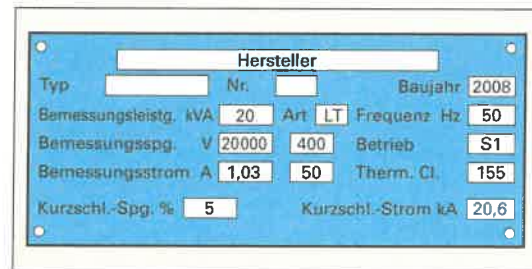

Bild 2: Leistungsschild
3. Geben Sie die Formeln für das Übersetzungsverhältnis \hat{u} des Transformators (Bild 2) mithilfe a) der Spannungen und b) der Ströme an und berechnen Sie es jeweils für diesen Transformator.
4. Berechnen Sie mithilfe des Leistungsschildes (Bild 2) den Dauerkurzschlussstrom des Transformators.